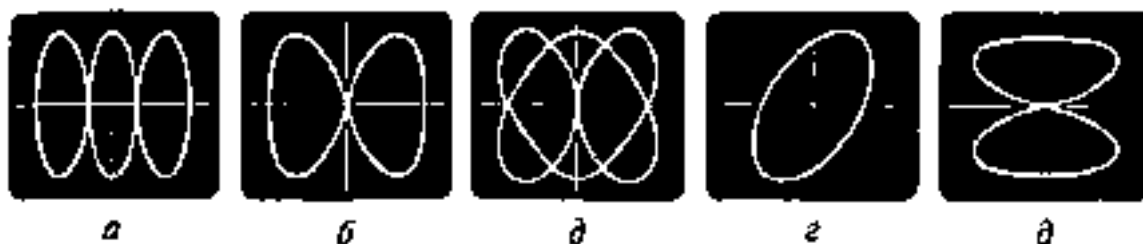
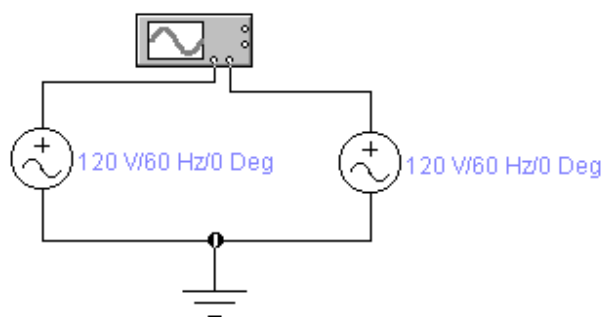

Рис. 5. Фигуры Лиссажу при соотношении частот f_Y/f_X , равном: а - 3, б - 2, в - 3/2; г - 1, д - 1/2
Рис. 6. Схема измерений.
На рис. 5 приведены примеры изображений для различных соотношений значений частот f_Y и f_X .
Схема для проведения таких измерений достаточно проста (рис. 6) — она, кроме осциллографа, содержит источник U_S опорной частоты и исследуемый источник сигналов U_X .
1. С использованием двух источников синусоидального сигнала и осциллографа (рис. 6) получить фигуры Лиссажу изображенные на рис. 5.